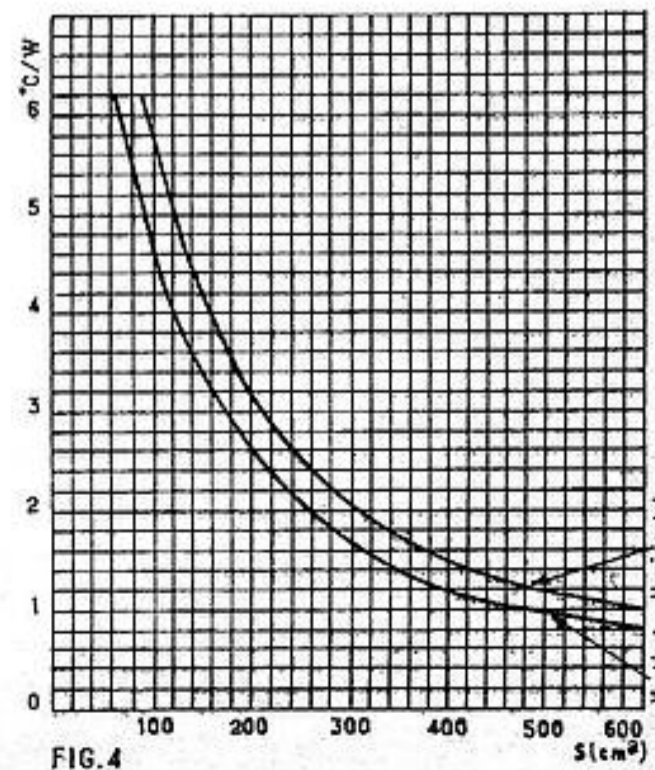
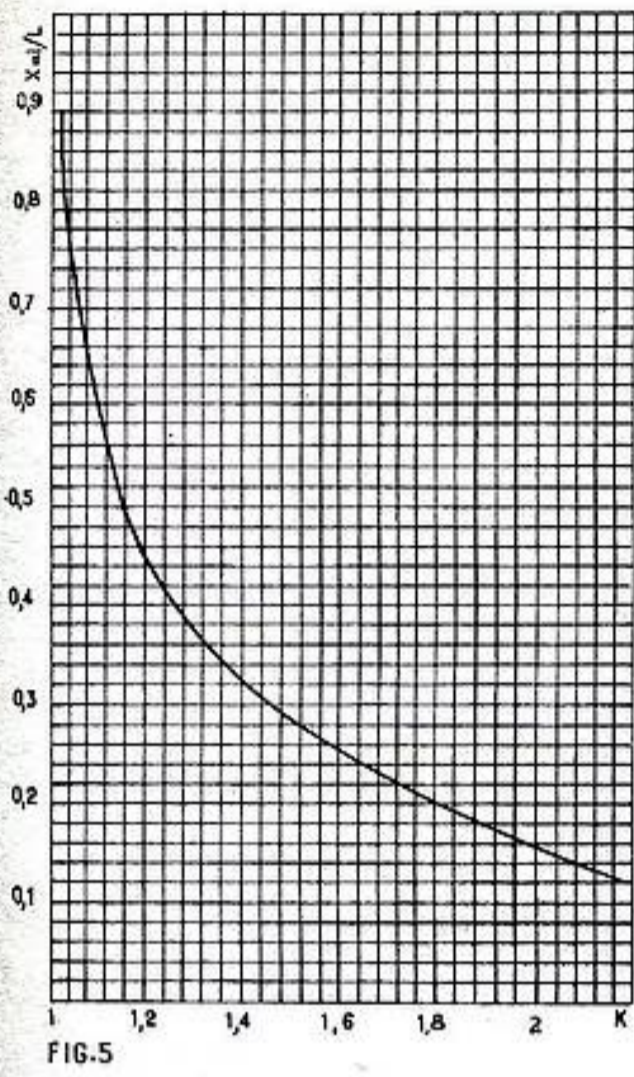

FIG. 4
FIG.5
Connaissant $F(S)$ on peut à l'aide de la courbe de la figure 4 trouver la surface. Vous remarquerez que ces courbes tien-
nent compte du fait que le radiateur est horizontal ou vertical. Elles concernent les radiateurs de forme carrée. Remarquons que la forme a surtout une influence sur F(S). Lorsqu'il s'agit d'un radiateur rectangulaire il faut multiplier la partie F(S) de la résistance thermique Ra par un coefficient de proportionnalité. Ce coefficient K est donné en fonction du rapport $X = l/L$ des côtés du rectangle par la courbe de la figure 5. Lorsque l'on connaît cette valeur de F(S) corrigée on peut à l'aide de la courbe de la figure 4 déterminer la surface. Il est alors facile de calculer les dimensions du radiateur (petit et grand côtés).
Mais nous avons prévu une forme rectangulaire dont les côtés sont dans le rapport 0,5 (1/2) donc ce cas le coefficient de proportion donné par la figure 4 est 1,16, calculons donc la valeur de R(S) corrigée :